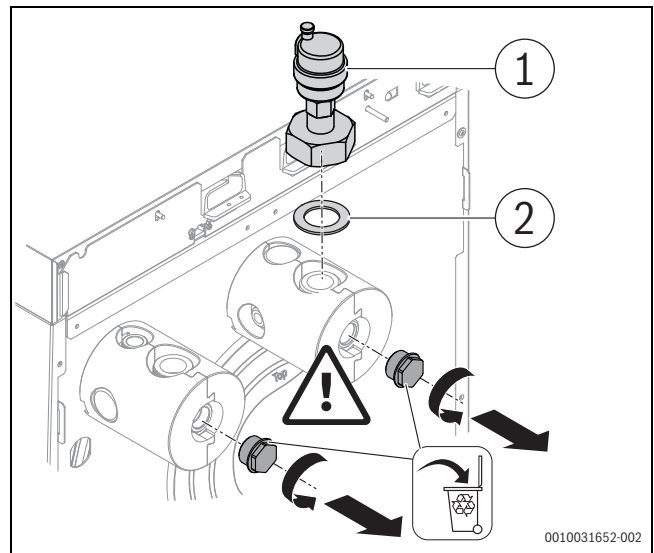

Fig. 4 Montage des purgeurs automatiques
- Purgeur automatique pour le circuit de la pompe à chaleur (installé au niveau du raccordement retour de la chaudière, → fig. 4)